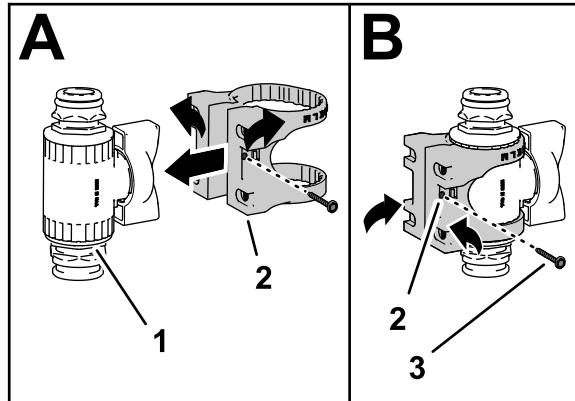

图 27
4. 如 图 27 中的 A 所示将阀安装座装到直通控制阀上。
5. 用凸缘头螺丝 6 号将阀安装座固定至控制阀然后用手拧紧螺丝 图 27 中的 B。